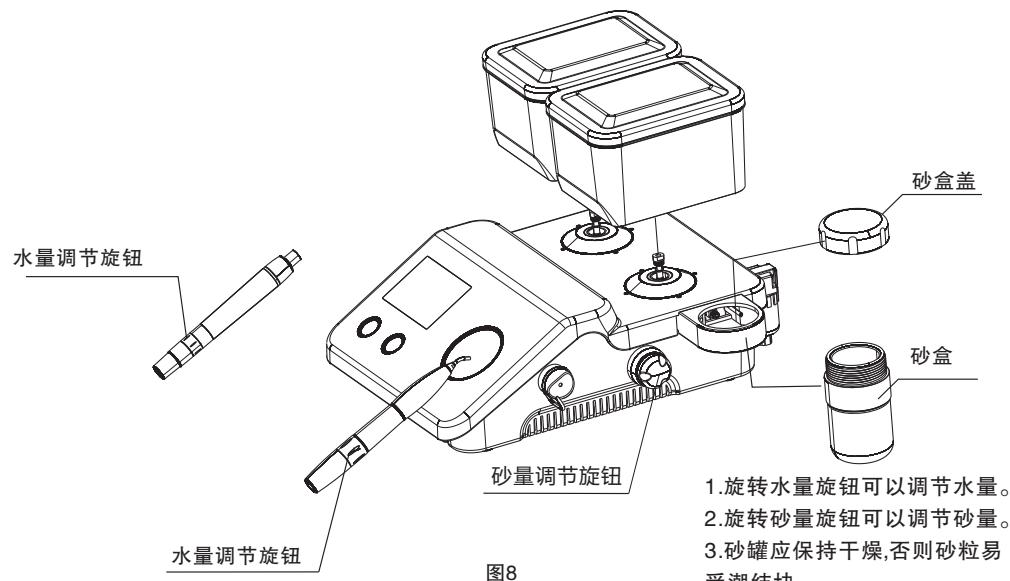

图8
- 4) 液路安装：将纯净水装入水瓶中，把水瓶倒置安装在水瓶接口上（如图8）。